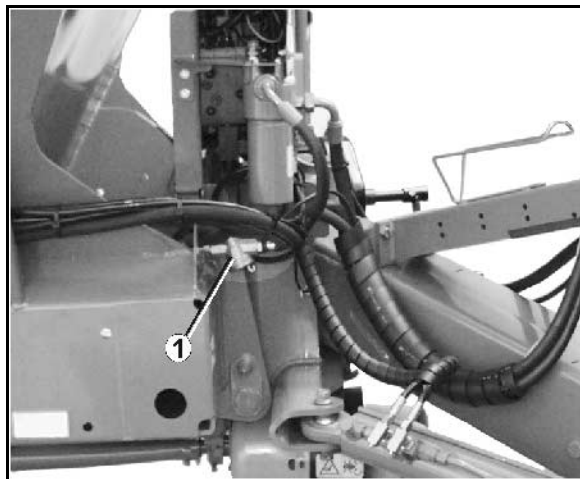

Fig. 83
1. Tryck ihop anslutningsstycket (Fig. 83/1) vid de båda hakarna.
4. Tryck ihop anslutningsstycket (Fig. 83/1) vid de båda hakarna.